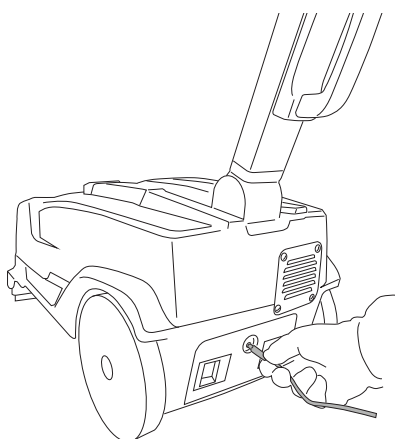

Fig.13
- Stecken Sie den Klinkenstecker des Akkuladegerätes in die Buchse am Akku (Abb.13).